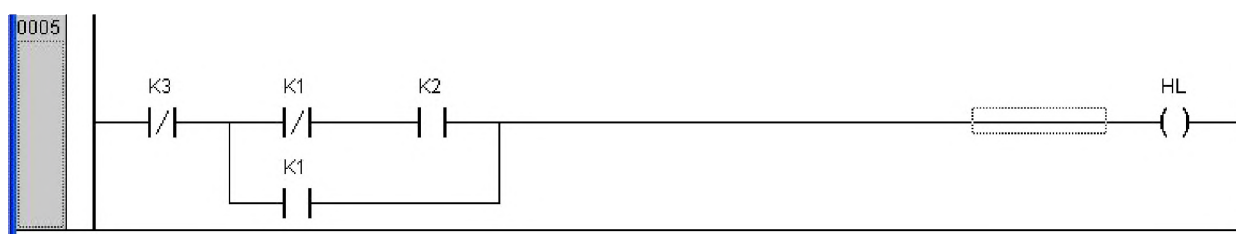

Рис. 14. Пятая цепь после введения замыкающего контакта K1 и его активации
- наводим курсор на , щелкаем 1ЛКМ и параллельно с этими контактами появится —| |—, которому присвоим имя K1. Фрагмент полученной схемы в пятой цепи показан на рис. 14;